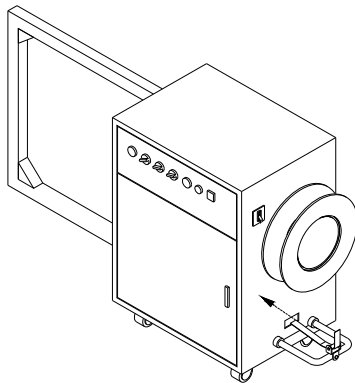

图 4-2
- ①. 在带盘上装上打包带，按图 4-2 所示路线装打包带，带头进入插带口后，需将预送带机构中的旋钮顺时针转下，使两个输带轮离开一个距离，带头才能穿过两个输带轮进入带仓。用手拉住带头，之后旋转控制面板中急停按钮开关，打包带就自动充满带仓。